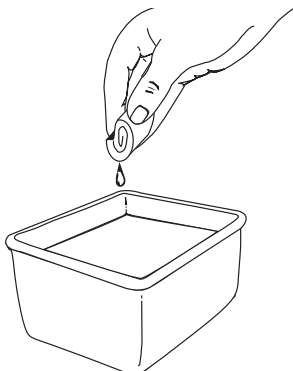

Fig. 20
1. Ouvrez le couvercle du filtre à air. Enfoncez la languette située à gauche du couvercle, tirez celui-ci vers vous pour le dégager du boîtier du filtre à air (Fig. 20).
3. Lavez le filtre dans un mélange d'eau et de détergent (Fig. 20). Rincez le filtre abondamment et laissez-le sécher.
8. Pivotez le couvercle vers la droite jusqu'à ce que la languette du couvercle du filtre s'enfonce dans la fente sur le côté droit du boîtier du filtre (Fig. 20).